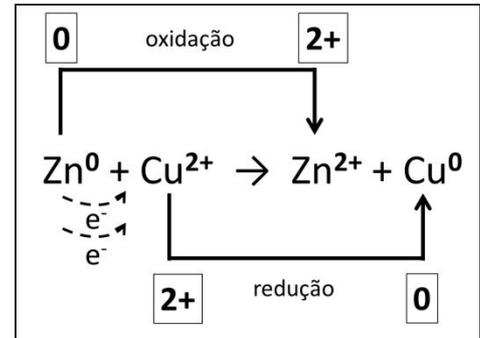

Figura 1. Reação redox.
- A transferência de elétrons entre o material é descrita pela reação redox. Na reação redox, as semi-reações de oxidação (elemento perde elétrons e aumenta seu número de oxidação) e redução (elemento recebe elétrons e reduz seu número de oxidação) ocorrem simultaneamente (Figura 1):